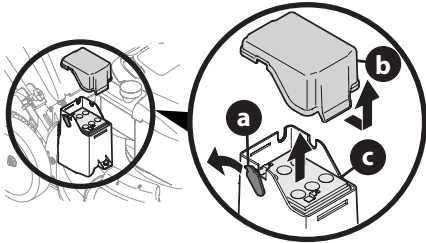

Figure 42
- Pour retirer la batterie (Figure 42) :